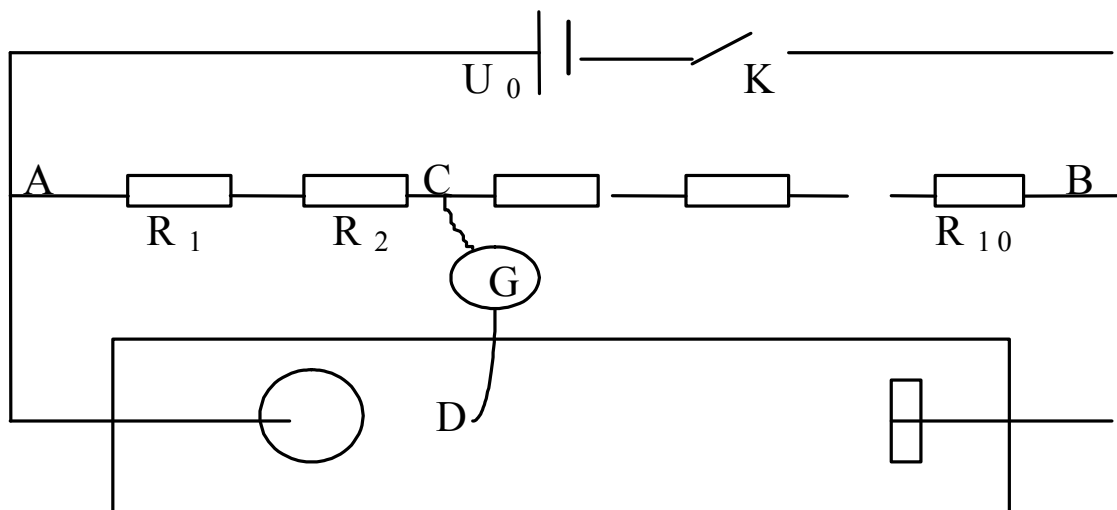

Рис.3. Схема установки.
Между сопротивлениями делителя имеются гнезда для подключения гальванометра. К концам делителя подключаются электроды, накладываемые на электропроводную бумагу. Поверхности электродов также являются эквипотенциальными поверхностями с потенциалами равными 0 и  $U_0$ . Для исследования потенциала на бумаге используется щуп, который через гальванометр подключается к одному из сопротивлений делителя (точка **C** на схеме рис.3). Установив штекер от провода идущего к гальванометру в одно из гнезд делителя, плотно касаются концом щупа электропроводной бумаги и ищут точку **D**, при касании которой ток в гальванометре отсутствует.
1. Собирают схему (рис. 3) с электродами заданной формы: